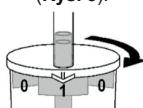

Abb. 3
- W celu pobrania pierwszego polipa należy obrócić naczynie tak, aby strzałka wskazywała na cyfrę "1" (Rys. 3).